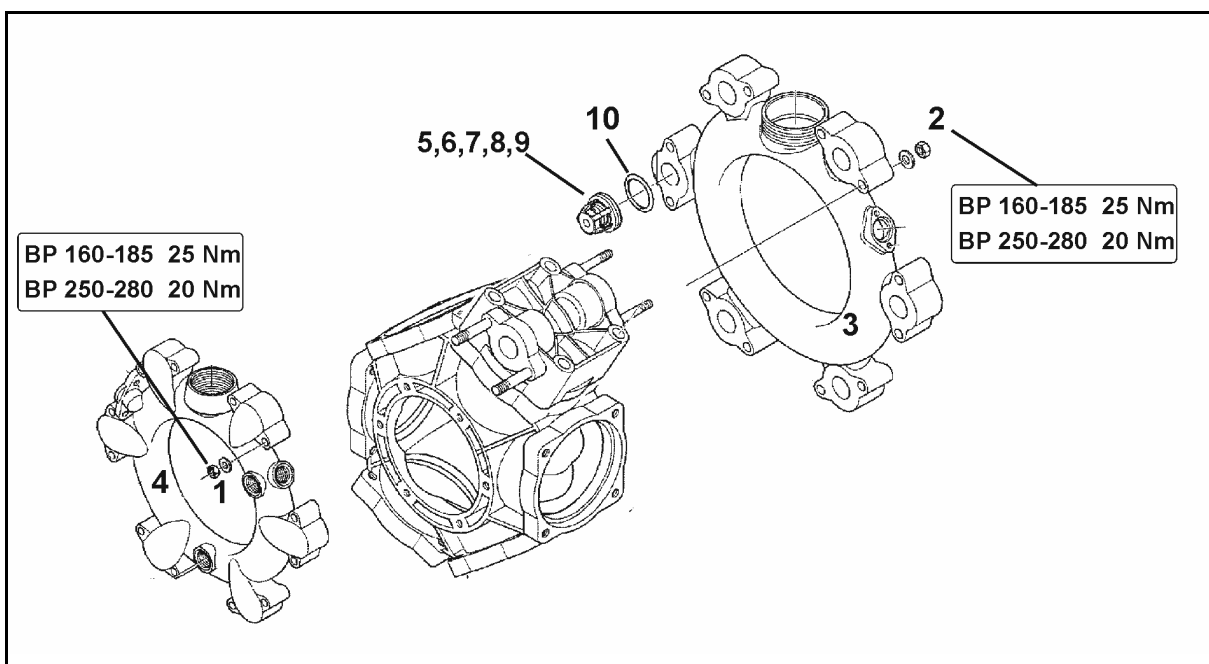

Fig. 189
- Achten Sie auf die jeweilige Einbaulage der saug- und druckseitigen Ventile, bevor Sie die Ventilgruppen (Fig. 189/5) herausnehmen.
- Achten Sie beim Zusammenbau darauf, dass die Ventilführung (Fig. 189/9) nicht beschädigt wird. Beschädigungen können zum Blockieren der Ventile führen.
- Die Muttern (Fig. 189/1, 2) unbedingt kreuzweise mit dem angegebenen Drehmoment anziehen. Unsachgemäßes Anziehen der Schrauben führt zu Verspannungen und somit zur Undichtigkeit.
2. Muttern (Fig. 189/1,2) entfernen.
3. Saug- und Druckkanal (Fig. 189/3 und Fig. 189/4) abnehmen.
4. Ventilgruppen (Fig. 189/5) herausnehmen.
5. Überprüfen Sie Ventilsitz (Fig. 189/6), Ventil (Fig. 189/7), Ventilsfeder (Fig. 189/8) und Ventilführung (Fig. 189/9) auf Beschädigungen bzw. Abnutzung.
6. Den O-Ring (Fig. 189/10) entfernen.
8. Ventilgruppen (Fig. 189/5) nach Prüfung und Reinigung montieren.
9. Neue O-Ringe (Fig. 189/10) einsetzen.
10. Saug- (Fig. 189/3) und Druckkanal (Fig. 189/4) an das Pumpengehäuse anflanschen.
11. Ziehen Sie die Muttern (Fig. 189/1,2) kreuzweise mit einem Drehmoment von **25 Nm (BP 160-185) / 20 Nm (AR 250-280)** an..